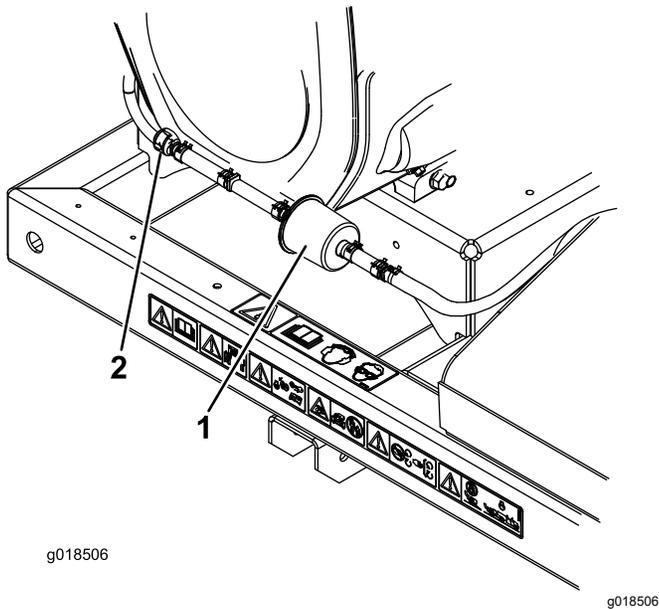

图 15
- 将碳罐净化过滤器两侧的弹簧型软管夹移离过滤器图 15。
- 拆下并丢弃碳过滤器图 15。
- 将新过滤器装入软管使过滤器上的箭头指向单向阀并使用软管夹固定图 15。